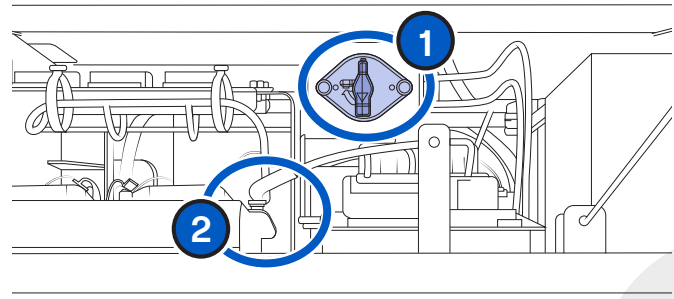

Figure 10 - Interrupteur de batterie
2. Mettez l'interrupteur de batterie à «**OFF**» (Arrêt) pour éteindre l'alimentation en basse tension (**Figure 10 no.1**).
3. Coupez deux fois les câbles de la batterie à basse tension qui est située dans le compartiment à accessoires (**Figure 10 no.2**).